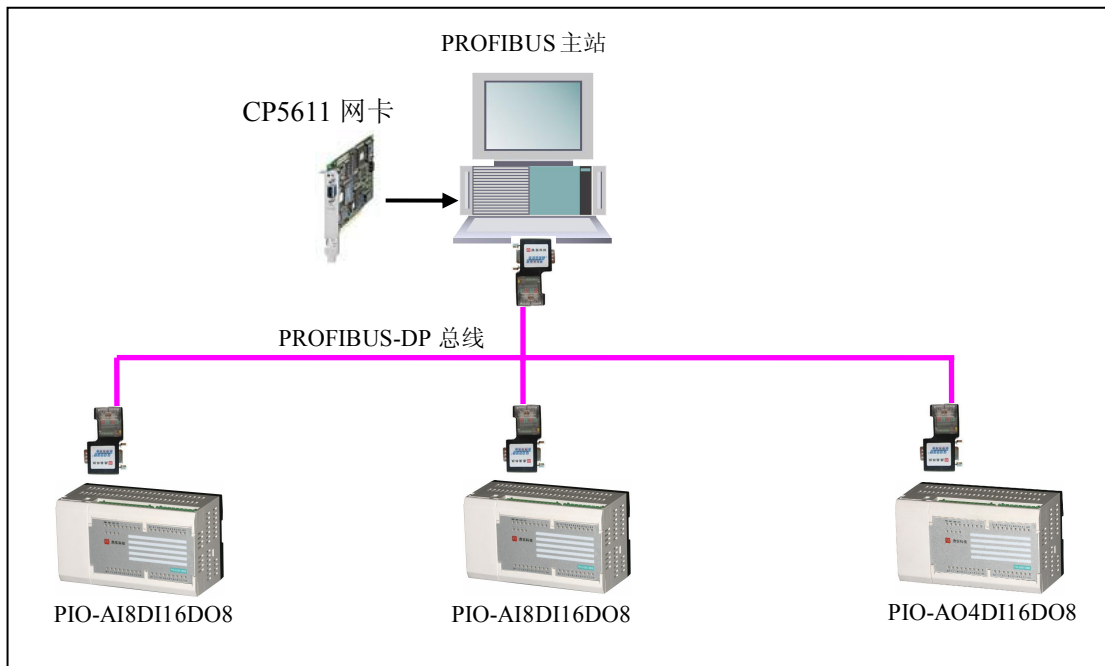

图 1-4 与基于 PC 机的 PROFIBUS 主站（如 CP5611、CP5613 网卡）组成分布式数据采集系统
③ 与基于PC机的PROFIBUS-DP主站（如CP5611、CP5613）组成分布式数据采集系统，见图1-4：